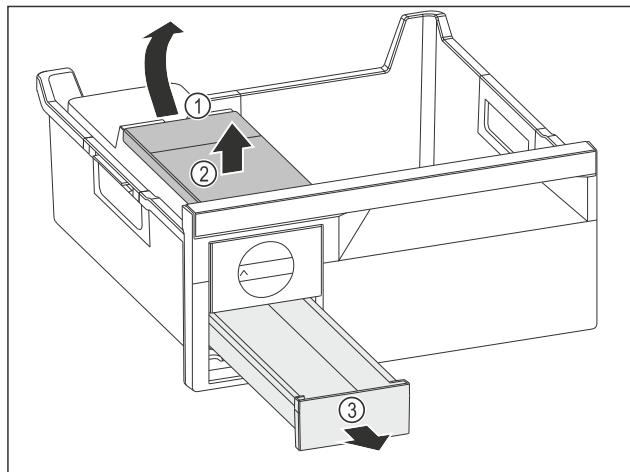

Fig. 129
- Извлеките бак для воды: Поднимите бак для воды за выемку Fig. 129 (1).
- Извлеките бак для воды Fig. 129 (2) движением вверх.
- Извлеките выдвижной ящик для кубиков льда Fig. 129 (3) движением вперед.